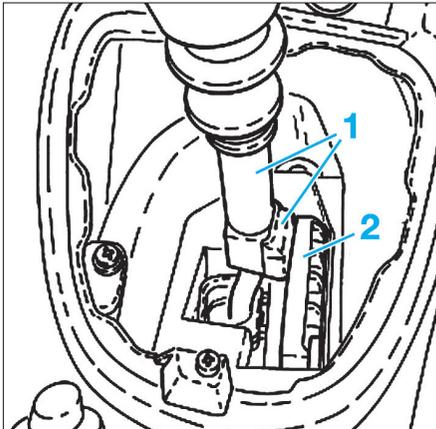

Fig. 11
- Mettre en contact le levier de vitesses (1) avec l'élément de verrouillage (2) de la marche arrière (Fig.11).